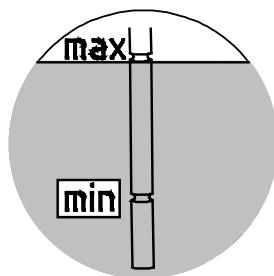

Figure 23 : Contrôle du niveau d'huile avec la jauge
4. **Réducteur avec réservoir de niveau d'huile :** dans le réservoir de niveau d'huile, le niveau d'huile doit être vérifié à l'aide de la vis de fermeture équipée d'une jauge (filetage G1½). Le niveau d'huile doit être compris entre les valeurs maximum et minimum indiquées sur la jauge complètement vissée (voir la Figure 23). Le niveau d'huile doit éventuellement être compensé avec le type d'huile correspondant. Ces réducteurs ne peuvent être utilisés que dans la position de montage indiquée au chapitre 7.1 "Formes et maintenance".